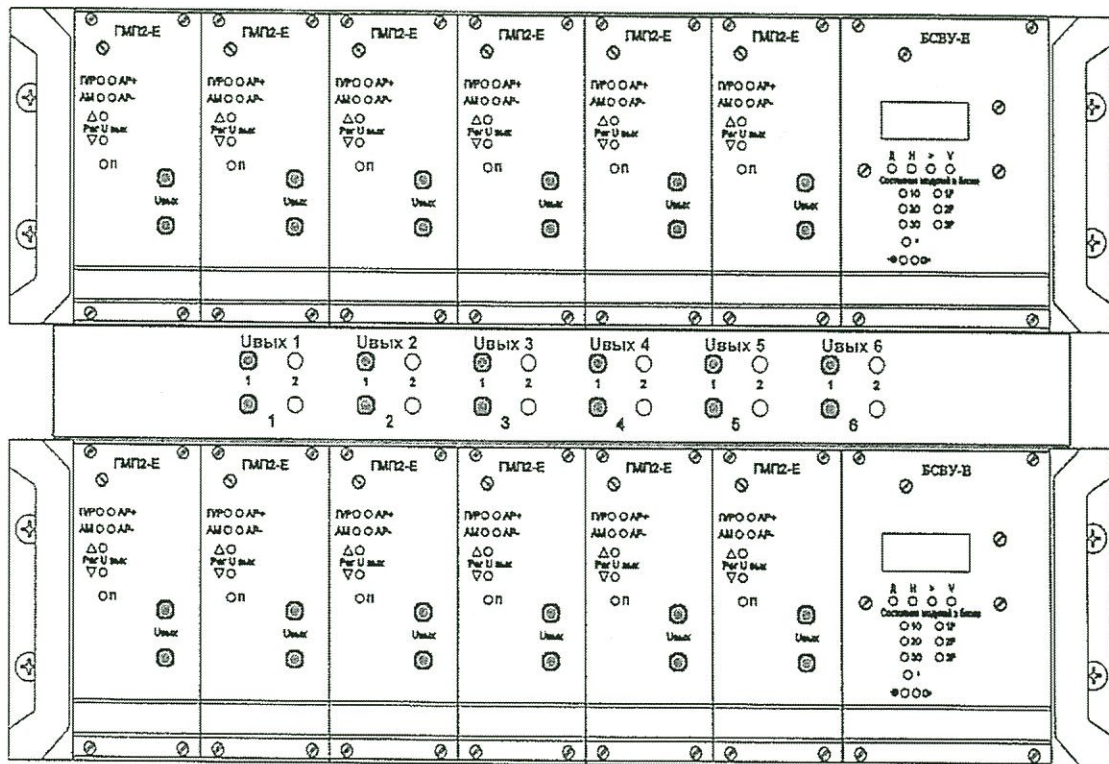

Рис. 1 Вид генератора ГМП2-Е со стороны передней панели
лицевой панели основного ГМП2-Е (см. рис. 1 данного документа);
– подключить прибор, например, В7-63/1 в широкополосном режиме или аналогичный по точности, к клеммам « $U_{\text{ВЫХ 1}}$ » - « $U_{\text{ВЫХ 6}}$ », измерительной панели, установленной в кассете между двумя каркасами ГМП2-Е (рис. 1);